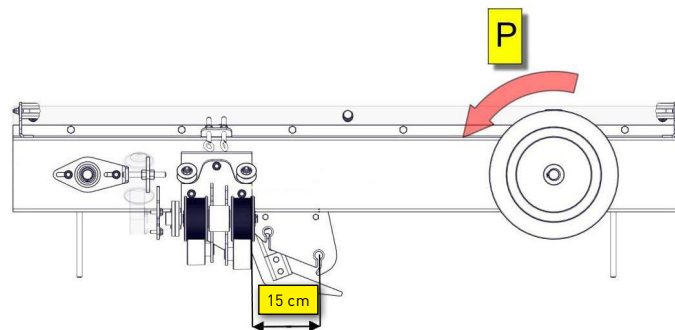

Fig. 13. Dispositifs guidant la ficelle.
- S'assurer si la position initiale du dispositif guidant la ficelle est exactement la même comme sur la figure 13. Sinon, il convient de tourner manuellement la roue de presse P dans le sens opposé à celui des aiguilles d'une montre, jusqu'à la position correcte.